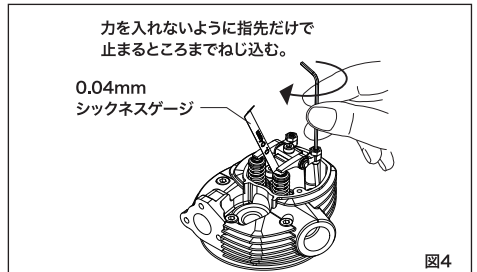

図4
◆0.04mmのゲージを、バルブとロッカーアームの間に入れ調整ねじをゆっくり図4のように指先の力だけで止まるところまでねじ込みます。
3. Insert 0.04mm feeler gauge between valve stem and rocker-arm and gently turn adjusting screw clockwise until it stops.(Fig.4.)